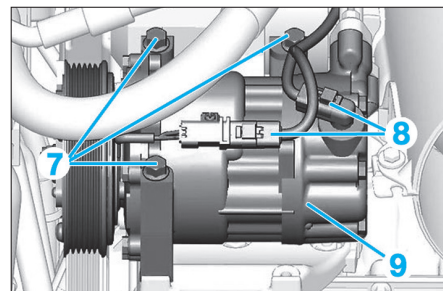

Fig. 19
- Déconnecter les connecteurs (8) (Fig.19).